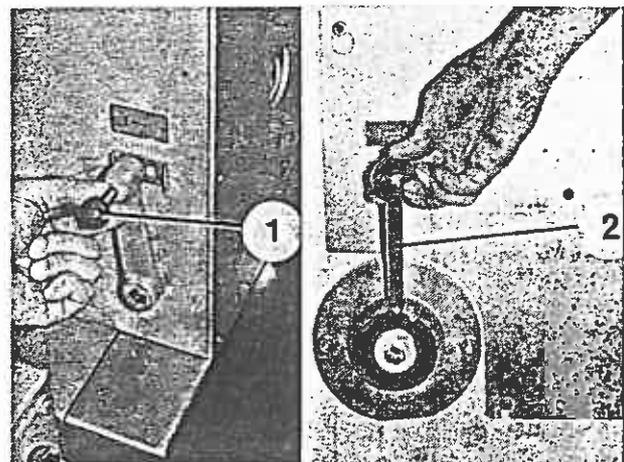

Bild 92
7. Antrieb der Dosierung ausschalten. Dazu Indexstift (Bild 92/1) herausziehen und Hebel in „0“-Stellung schalten bzw. bei Maschinen mit Schneckenrotor Kupplungshebel (Bild 92/2) in „0“-Stellung schalten.